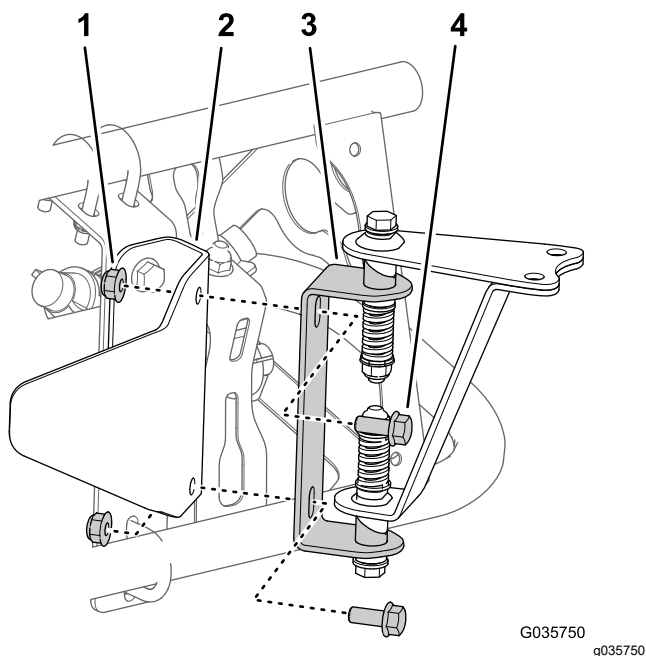
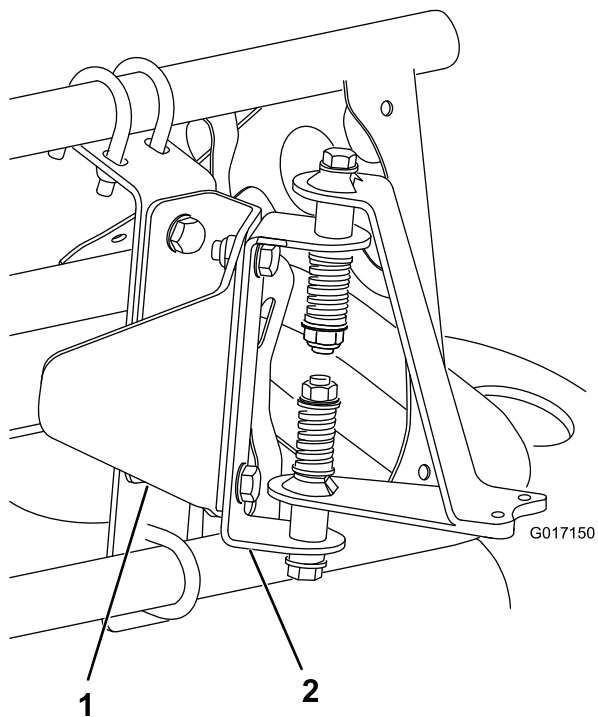

Figure 18
Figure 19
3. Fixez les éléments de montage du capteur sur le support de protection à l'aide de 2 boulons (5/16" x 3/4") et 2 contre-écrous (5/16"), comme montré à la Figure 18 (pour une rampe découverte) ou à la Figure 19 (pour une rampe couverte).